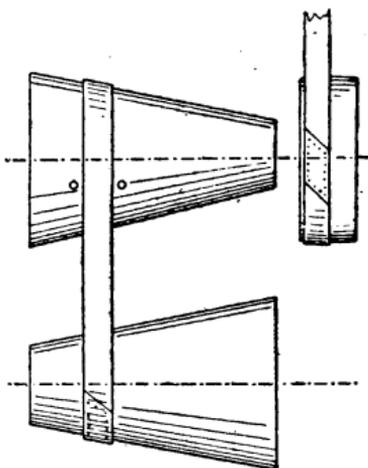

Fig. 536.
**CONE ALTERNE.** — Le cône alterne (fig. 536) est en quelque sorte une poulie à variation continue du diamètre; il est monté
On obtient une poulie de 275 millimètres de diamètre (fig. 536 a).